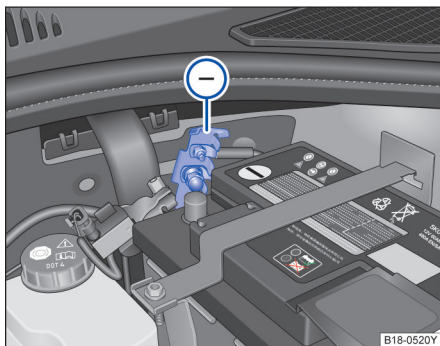

图 144 车身上的负极（接地点）
由于车辆的车身接地，原则上内燃机舱内的车身螺栓连接点（没有绝缘漆面覆盖）均可作为应急启动的负极（接地端）。（图中位置仅作举例示意→图 144 ①）